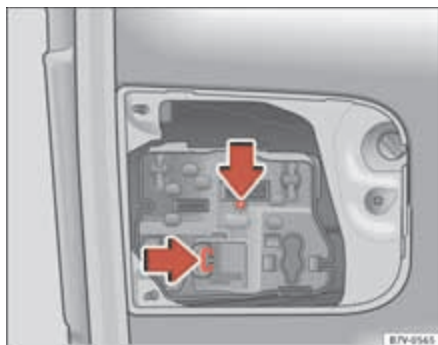

Fig. 220 En el portón trasero: Retirar el portalámparas.
5. Presione las lengüetas de bloqueo en el sentido de la flecha ⇒ fig. 220 y extraiga el portalámparas.